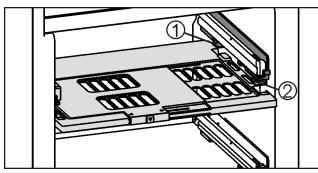

Fig. 14
- Установка пластины регулировки влажности: попречные ребра крышки на пластине вставить через низ в задний держатель *Fig. 14 (1)* и защелкнуть спереди на держателе *Fig. 14 (2)*.